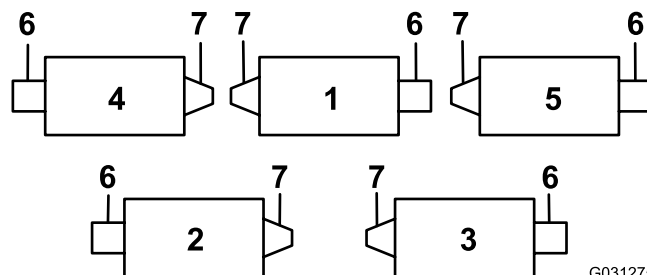
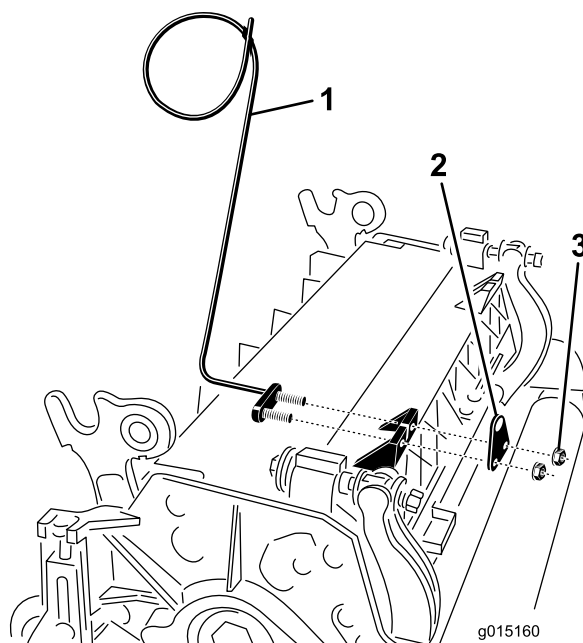
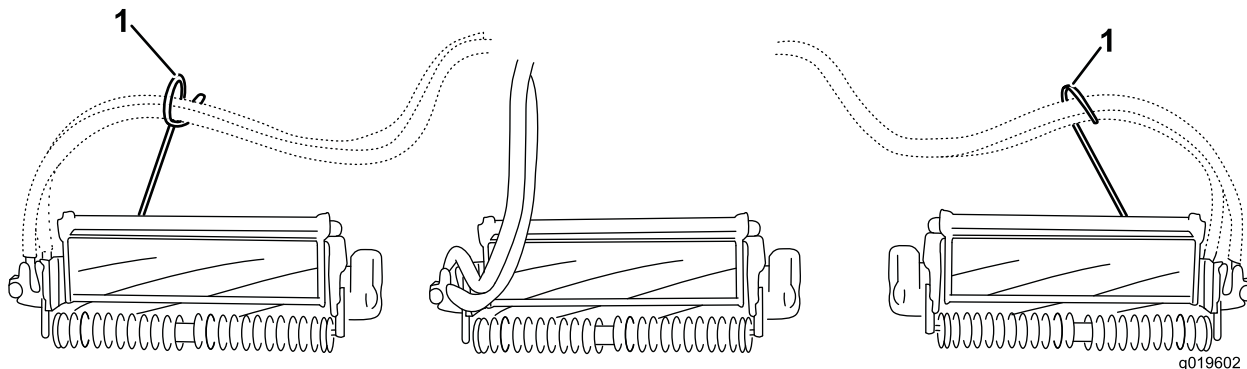

Figura 6
Figura 7
Figura 8
7. Sull'apparato di taglio 4 (anteriore sinistro) e 5 (anteriore destro), utilizzate i dadi di montaggio della staffa dell'asta per montare le guide dei flessibili nella parte anteriore delle alette dell'apparato di taglio. Le guide del flessibile devono essere inclinate verso l'elemento di taglio (Figura 6, Figura 7, Figura 8).